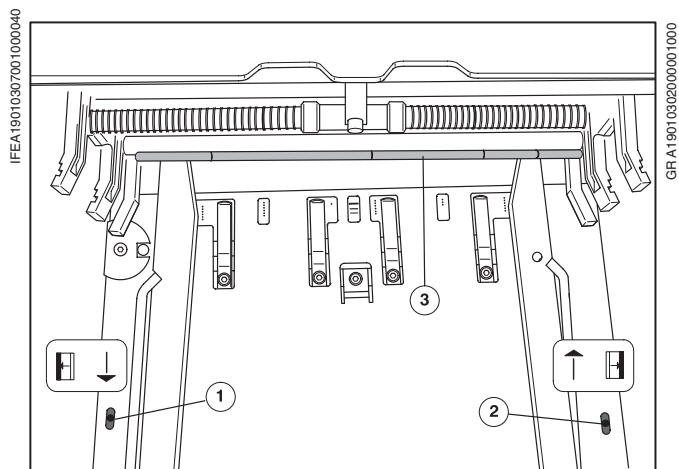

Рис. 10 Боковое выравнивание листа
Запечатываемый лист выравнивается в сторону привода или в сторону обслуживания при помощи тянущей штанги с резиновыми кольцами (Рис. 10/③).
- ❶ Вставить инструмент печатника через продольные пазы в отверстие вала со стороны обслуживания (Рис. 10/③) или привода (Рис. 10/②) и повернуть ось вверх или вниз в соответствии с указаниями на обеих табличках.
вниз	в С.О. (Рис. 10/❶)
вверх	в С.П. (Рис. 10/❷)